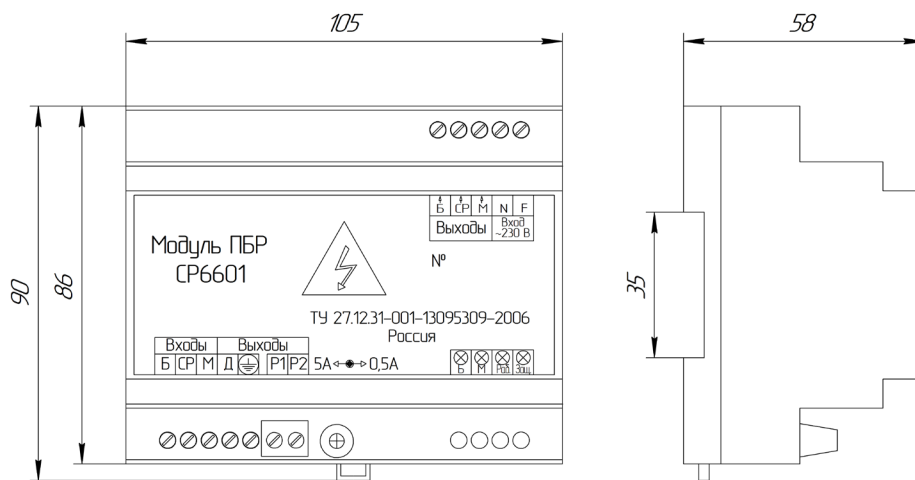

Рисунок 2
3.1 Модуль СР6601 выполнен в пластмассовом корпусе со степенью защиты, обслуживающего персонала IP20 и крепление на DIN-рейку шириной 35 мм (рисунок 2).
3.3 На лицевой панели модуля (См. рисунок 2) расположена табличка, с указанием:
8.1 Регулировка защиты производится переменным многооборотным резистором, который указан на рисунке 1. Вращения регулировочного винта резистора осуществляется в любое направление без ограничения. Только четыре оборота винта регулировки резистора участвуют в изменении значения тока. Требуется получить минимальный ток срабатывания защиты 0,5 А, вращаете регулировочный винт резистора, четыре оборота в направлении 0,5 А по стрелочке как указано на корпусе - рисунок 2. Требуется увеличить ток срабатывания защиты, вращаете регулировочный винт резистора в противоположную сторону. Значения тока срабатывания защиты увеличиваются. Один полный оборот регулировочного винта резистора в указанное направление установит тока защиты – 1,45 А. Следующий второй оборот в тоже направлении установит – 2,5 А. Третий оборот в тоже направлении установит – 3,75 А. Четвертый последний оборот в тоже направлении установит – 5.0 А. В процессе производства модулей, ток защиты устанавливается по требованию заказчика. По умолчанию устанавливается среднее значение тока – 2,5 А.